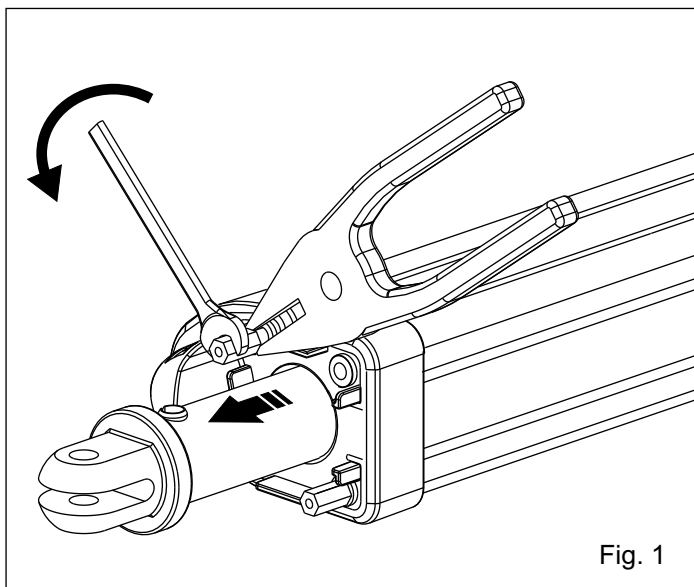

Fig. 1
1. Svitare i 2 dadi esagonali che si trovano sull'operatore ALPHA di ca. 3/5 mm o solo del minimo essenziale per inserire una pinza a punta per bloccare il tirante interno, a questo punto svitare completamente i dadi (Fig. 1).